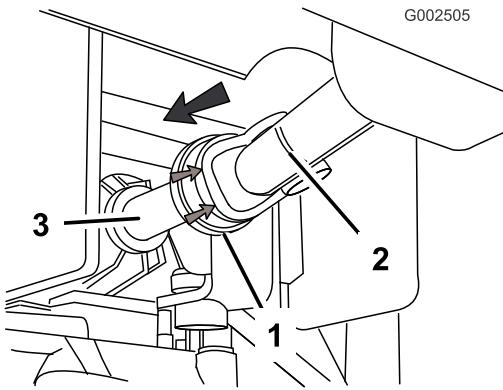

Bild 10
2. Ziehen Sie die Federsperre (Gummihülse) vorne am vorderen Joch des Zapfwellenantriebs nach hinten (Bild 10).
3. Schieben Sie die Fassung des vorderen Jochs über die Spindeln der Abtriebswelle (Bild 10).
4. Drücken Sie die die Federsperre des vorderen Jochs des Zapfwellenantriebs nach vorne (Bild 10).
5. Ziehen Sie die vordere Hälfte der Antriebswelle zurück, um sicherzustellen, dass die Arretierbälle der Federsperre im Schlitz der Zapfwellenabtriebswelle sitzen (Bild 10).
1. Fliegen Sie am vorderen Joch des Zapfwellenantriebs die Fassung des vorderen Jochs mit den Spindeln der Abtriebswelle am Getriebe aus (Bild 10).